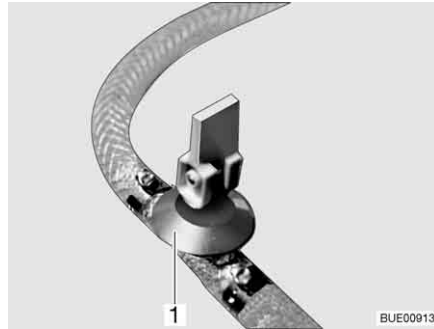

Bild 130 Avtappningskran
- Stäng avtappningskranen/avtappningskranarna. Ställ vipparmen (Bild 130, 1) i vågrätt läge.
- Öppna avtappningskranen/avtappningskranarna (Bild 130). Ställ vipparmen (Bild 130, 1) i lodrätt läge. Varmvattenberedaren töms utåt.